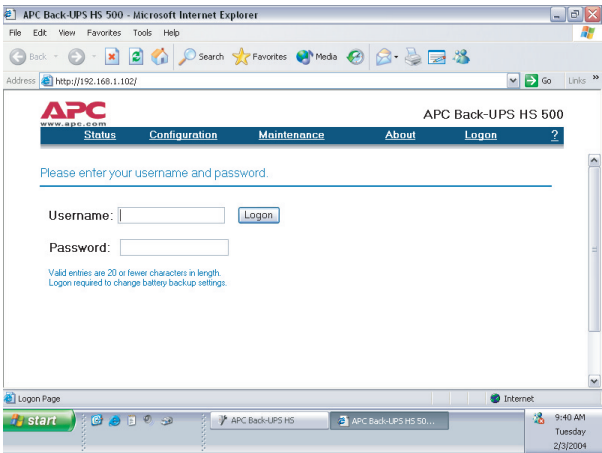

Рисунок 14. Окно регистрации
После открытия указанного сайта, введите присвоенные по умолчанию имя пользователя (**Username**) – **apc**, а также пароль (**Password**) – **apc**. Для их изменения необходимо зайти на сайт и щелкнуть по ссылке **Maintenance** (Техническая поддержка) (Рис. 14).
15. Используя окно **Настройка** (Configuration Page) (Рис. 14) можно отрегулировать уровень чувствительности устройства Back-UPS. Такая регулировка позволяет в дальнейшем переключаться на резервное питание от аккумулятора в зависимости от качества напряжения сети. Тот или иной уровень чувствительности устанавливается в следующих случаях: